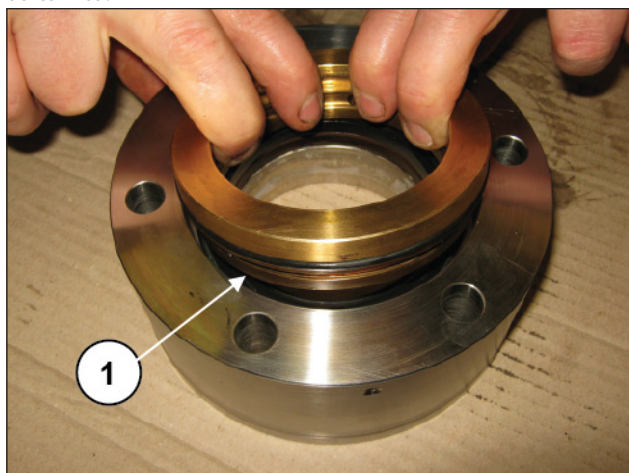
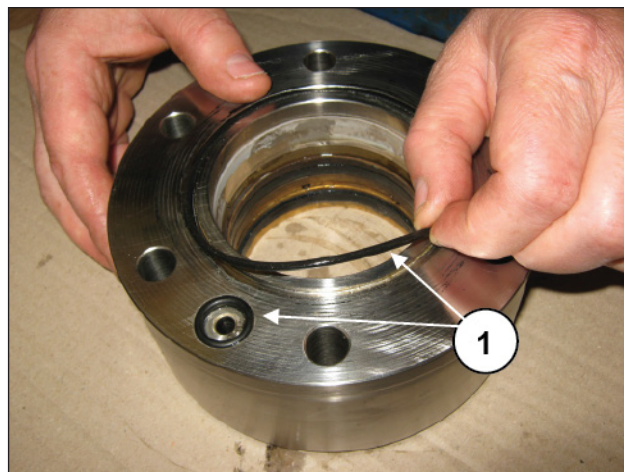

Fig. 225
Fig. 226
Monte o suporte do vedante na camisa (pos. ①, Fig. 225), monte os anéis circulares (pos. ①, Fig. 226) no plano de apoio da camisa.